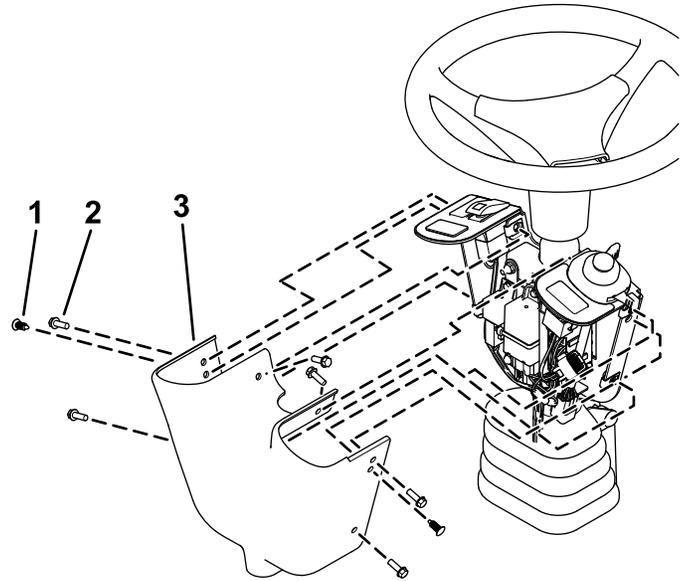

**Bild 12**
13. Befestigen Sie die Sicherungsabdeckung mit zwei Rändelschrauben und zwei Steckmutter an der Schalterhalterung (Bild 12).
**Hinweis:** Stellen Sie sicher, dass die Steckmutter auf der Innenseite der Sicherungsabdeckung eingesetzt sind (Bild 12).